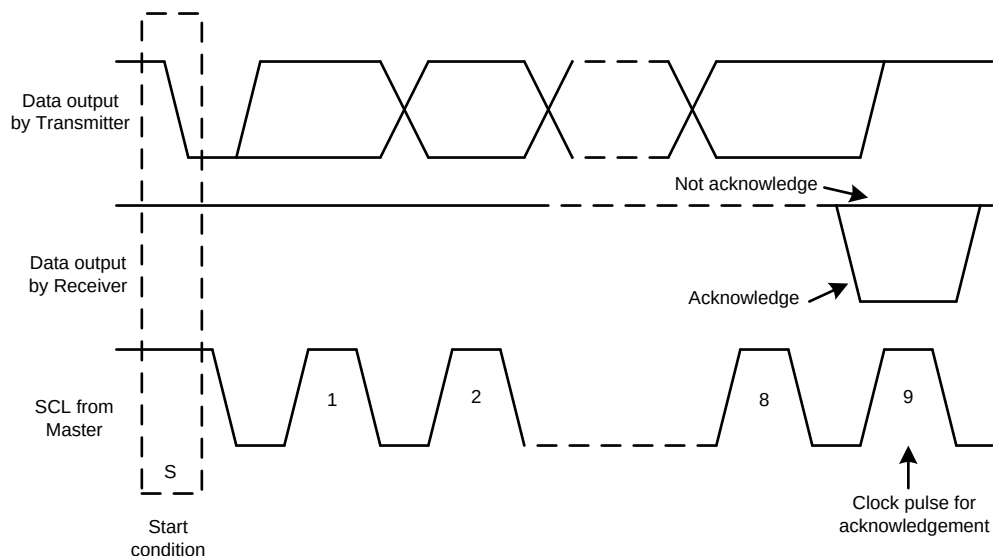
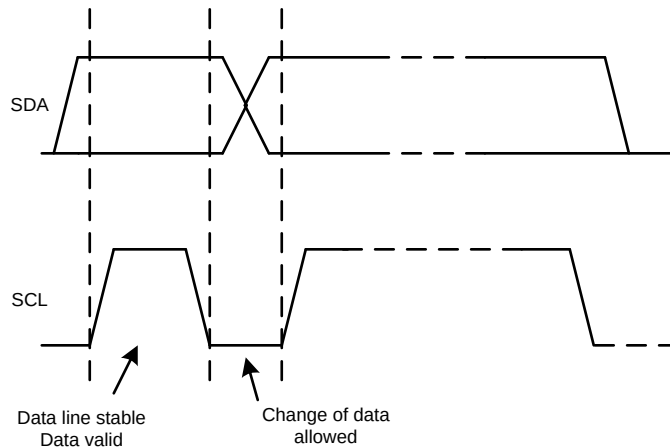

图 56.  $I^2C^{TM}$  总线上的确认和非确认
图 58. I2C™ 总线上的位传输
除了特定的时序信号之外， $I^2C^{TM}$  接口还使用串行字节。在每个字节结束时，第九个时钟周期产生并检测确认信号。确认是指 SDA 线在第九个时钟周期的高电平期间被拉低。非确认是指 SDA 线在第九个时钟周期的高电平期间保持高电平，如图 56 所示。
- 主器件随后产生 SCL 脉冲，并在 SDA 线上发送 7 位地址和读取/写入方向位 (R/W)。在所有传输期间，主器件确保数据有效。有效数据条件要求 SDA 线在时钟脉冲的整个高电平期间保持稳定，如图 58 所示。所有器件都识别主器件发送的地址，并将其与内部固定地址进行比较。只有具有匹配地址的从器件才会通过在第 9 个 SCL 周期的整个高电平期间拉低 SDA 线来产生确认（如图 56 所示，在第 9 个 SCL 周期的整个高电平期间将 SDA 线拉低）。在检测到该确认时，主器件便知道已建立与从器件的通信链路。